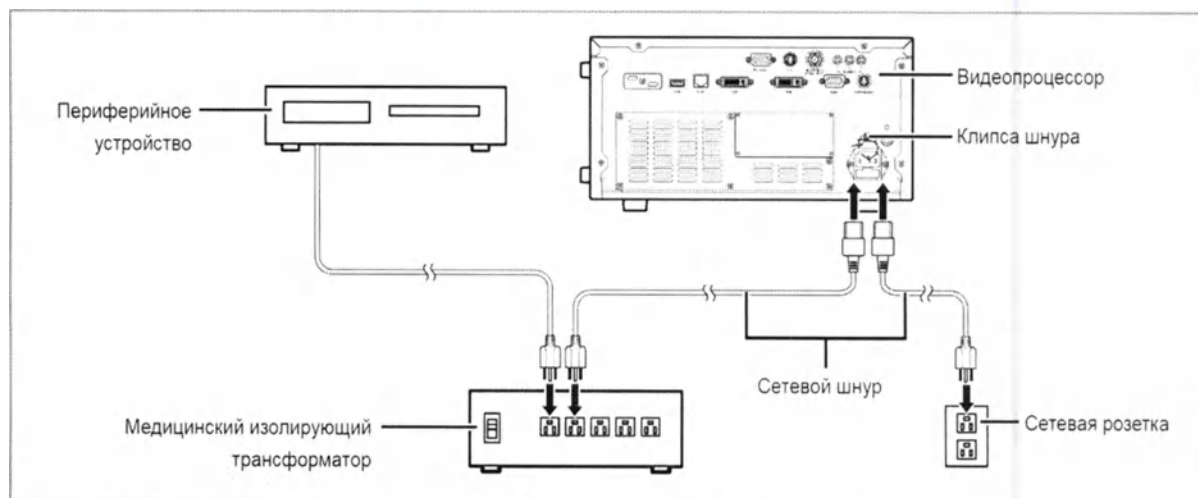

Рисунок 3.2
- Надежно зафиксируйте шнур питания с помощью клипсы шнура возле розетки электропитания (см. рисунок 3.2).